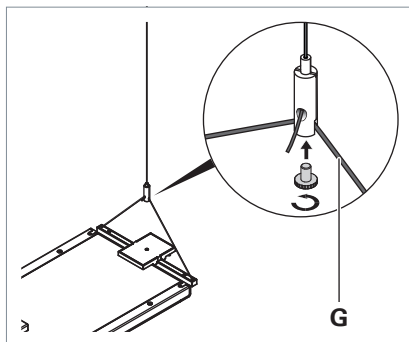

Fig. 12: Mittel- oder Endleuchte an Drahtseilhalter befestigen.
- ▶ Schieben Sie das Drahtseil **G** der Leuchte in den Drahtseilhalter, siehe Fig. 12.